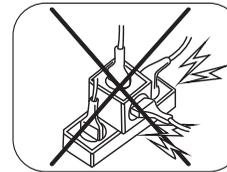

Fig. 2
- 3▶ **Nunca** utilize extensões, adaptadores, benjamins ou transformadores de voltagem (Fig.2, pág. 8).